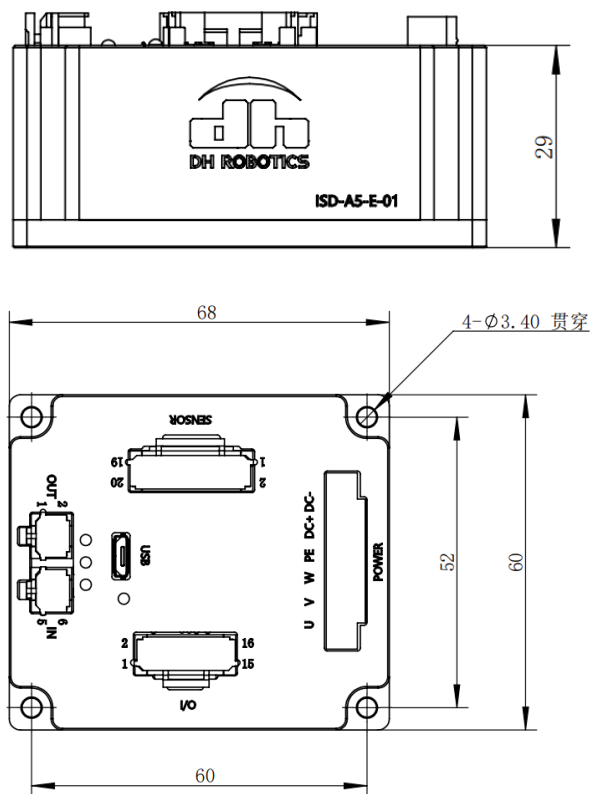

图 2-1 驱动器机械尺寸图 单位 mm
① 面板安装
- 1) 在安装板的背面标注螺孔位置，孔间距参考图 2-1 如图，散热片孔规格为Φ3.5 通孔。